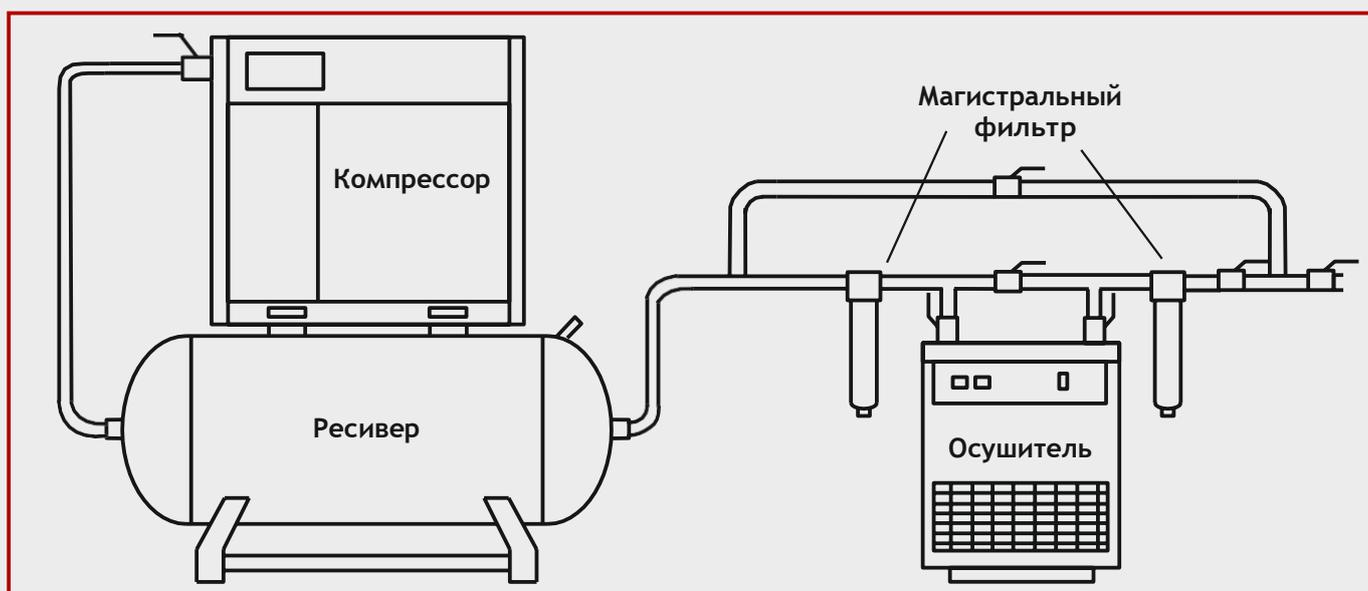

Рис.2.
- Для получения особо чистого воздуха рекомендуем использовать осушитель. В этом случае советуем использовать следующую последовательность оборудования (Рис.2.): компрессор совмещенный с ресивером, далее необходимо установить магистральный фильтр и осушитель. Правильное направление прохождения воздуха через магистральный фильтр показывает стрелка на его корпусе.